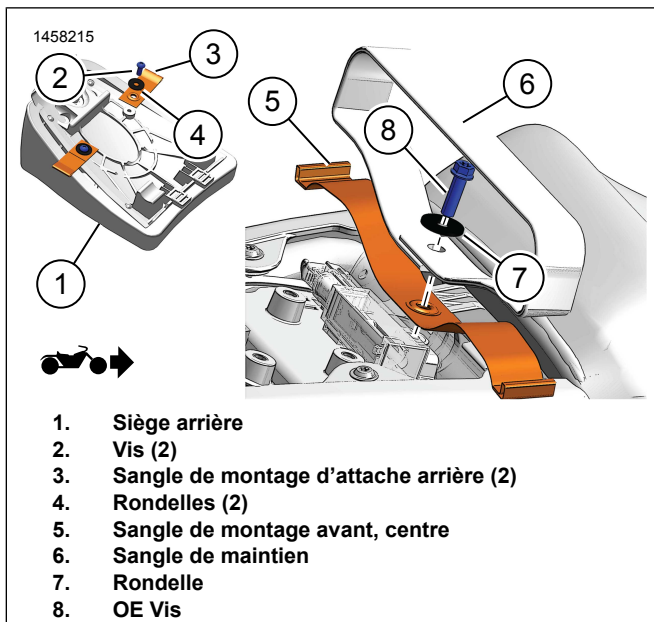

Figure 2. Installation de la sangle
2. Figure 2 Retirer Équipement d'origine (OE) la vis centrale (8) du cadre du véhicule. Conserver.
1. Figure 2 Installer la sangle de montage avant.
- a. Appliquer du bloqueur de filetage à la vis de OE (8).
2. Figure 2 Installer les sangles d'attache de montage arrière (3) sur la selle arrière (1).
- a. Positionner la sangle d'attache de montage arrière (3), la rondelle (4) et la vis (2) sur la selle (1). Serrer.